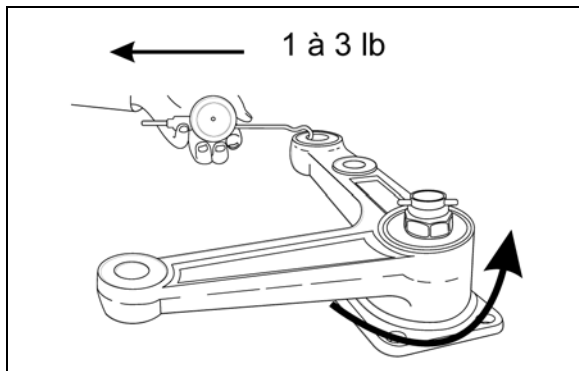

FIGURE 18 : LEVIER COUDÉ
11. Dévisser l'écrou jusqu'à ce que le levier coudé ou le bras de renvoi commence à tourner avec l'application d'une force 1 à 3 lb comme illustré à Figure 18.